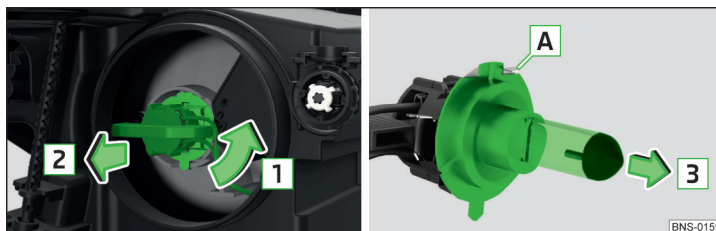

Abb. 374 Glühlampe für Abblendlicht wechseln
- Den Stecker mit der Glühlampe in Pfeilrichtung **1** drehen » Abb. 374.